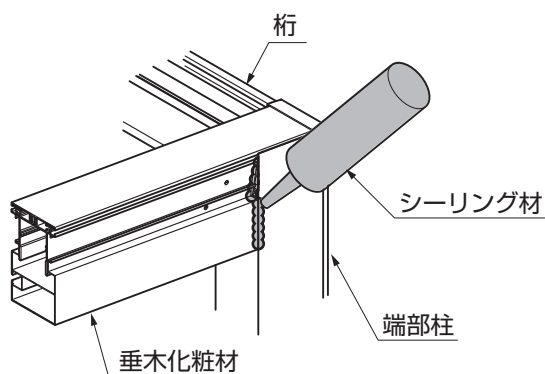

図13-4
①垂木化粧材を垂木、妻垂木に、【1-5】で取付けてください。
②妻垂木、垂木化粧材と端部柱の接合部を、シーリングしてください。(図13-4参照)
- 指定の箇所には、必ず雨水侵入防止のため、シーリングをしてください。(図13-4参照)